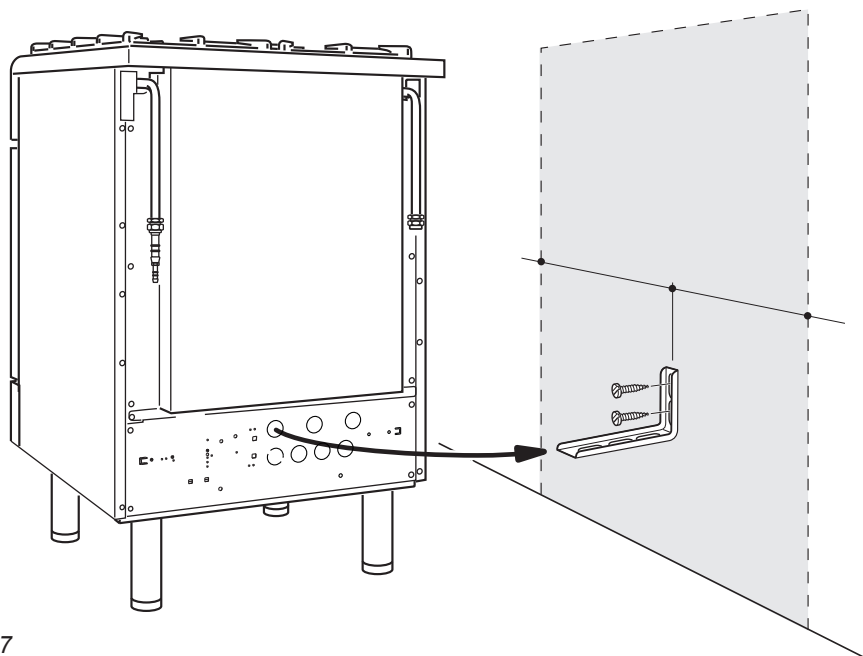

Fig. 7.7
4. Avvicinare la cucina alla parete e regolare l'altezza della staffa antiribaltamento in modo che possa inserirsi nella fessura sul retro della cucina, come mostrato in fig. 7.7.